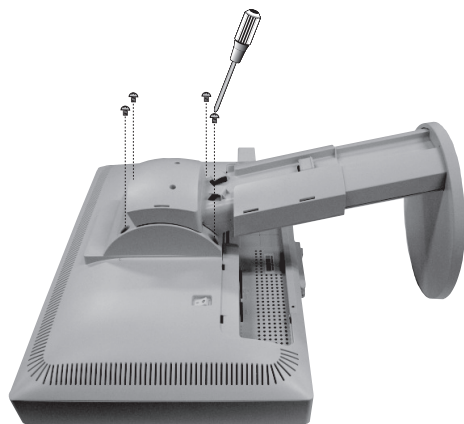

Figura M.3
3. Sitúe el monitor boca abajo en una superficie no abrasiva (**figura M.3**).
4. Retire los 4 tornillos que unen el monitor al soporte (**figura M.3**).